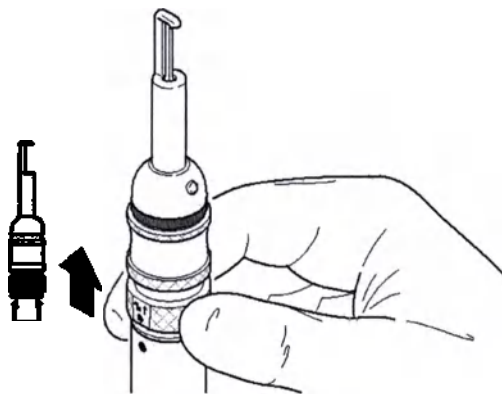

Рисунок 11 – Снимите патрон
1. Удерживая двигатель в вертикальном положении, потяните расцепляющее кольцо, чтобы отсоединить патрон от двигателя (Рисунок 11).